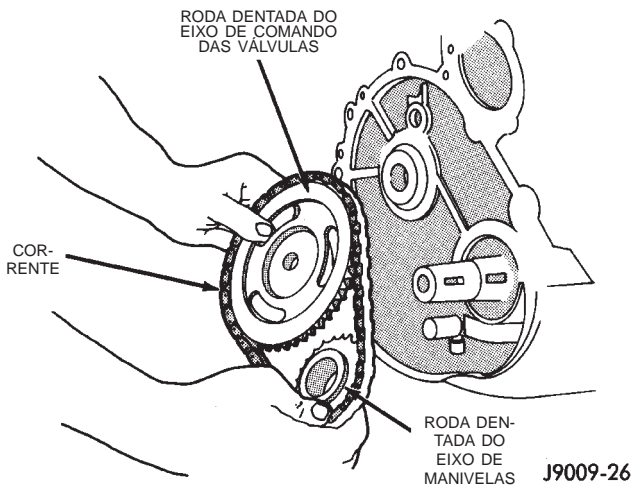

Fig. 45 Corrente e Rodas Dentadas do Eixo de Comando das Válvulas e o Eixo de Manivelas
(7) Remova o impulsor de óleo do eixo de manivelas.
(8) Remova o parafuso retentor do eixo de comando das válvulas e remova as rodas dentadas e a corrente como um conjunto (Fig. 45).
(9) Para substituir o tensionador da corrente de distribuição, o cárter de óleo deve ser removido.